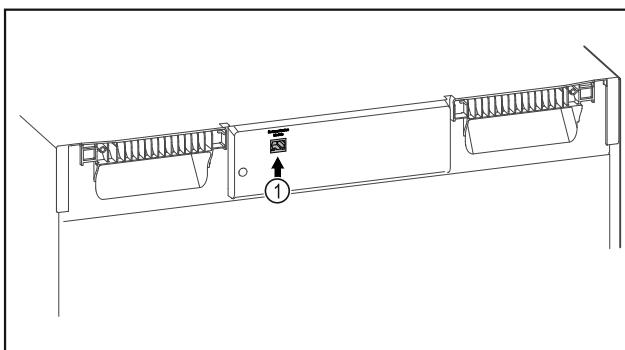

Fig. 101
- Le SmartModule Fig. 101 (1) est en place.